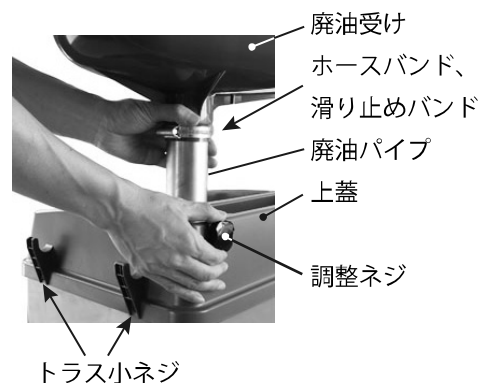

Fig. 1
- 1) 上蓋と油槽を固定している4本のトラス小ネジをネジ戻し、上蓋を取外してください。油槽の中に入っている廃油受けを取出し、再度上蓋を油槽に固定してください。（Fig. 1）
- 2) 廃油受けを廃油パイプに奥まで確実に差し込み、ホースバンドを取付けてください。固定後、フィルターをセットしてください。（Fig. 1）